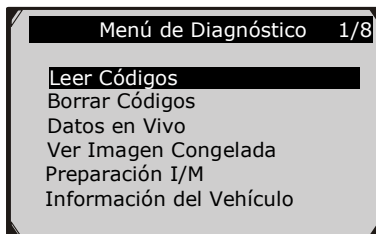

Figura 4.3
- 7) Vea un resumen del estado del sistema (estado de MIL; conteos de DTC, estados de Monitor) en la pantalla. (Figura 4.1 ) Espere unos pocos segundos o presione cualquier tecla para que el **Menú de Diagnóstico** (Figura 4.3) aparezca.
- 1) Use el botón de **DESPLAZAMIENTO** para seleccionar **Borrar Códigos** desde el **Menú de Diagnóstico** y presione el botón **INGRESAR/Salir**. (Figura 4.3)
- 1) Para ver los datos en vivo, use el botón de **DESPLAZAMIENTO** para seleccionar **Datos en Vivo** desde el **Menú de Diagnóstico** y presione el botón **INGRESAR/Salir**. (Figura 4.3)
- 1) Para ver los datos de imagen congelada, use el botón de **DESPLAZAMIENTO** para seleccionar **Ver Datos de Imagen Congelada** desde el **Menú de Diagnóstico** y presione el botón **INGRESAR/Salir**. (Figura 4.3)